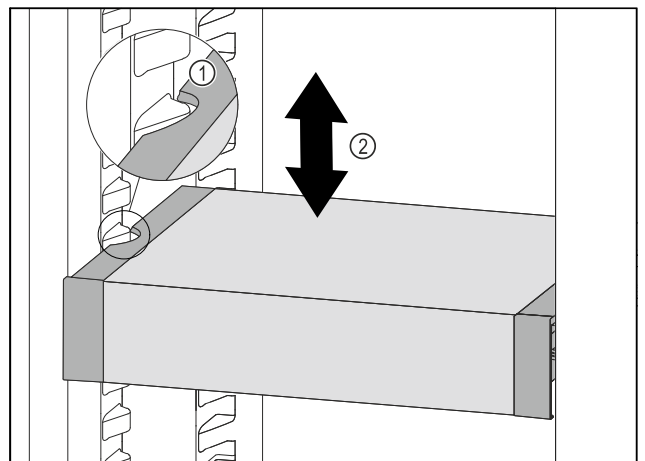

Fig. 195
- ▶ Tirare VarioSafe in avanti fino a quando le cavità laterali di VarioSafe non si trovano al livello della nervatura del contenitore nel vano frigorifero. Fig. 195 (1)
- ▶ Spostare VarioSafe verso l'alto o verso il basso nel vano frigorifero fino a raggiungere l'altezza desiderata. Fig. 195 (2)